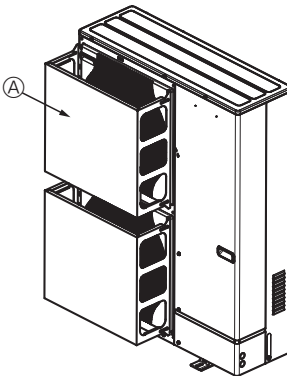

Fig. 2-4
- ② Dacă unitatea este instalată în zone în care vânturile puternice ale unui taifun, etc. pot intra direct în gura de evacuare, instalați un sistem opțional protector de ghidare a aerului. (Fig. 2-4)